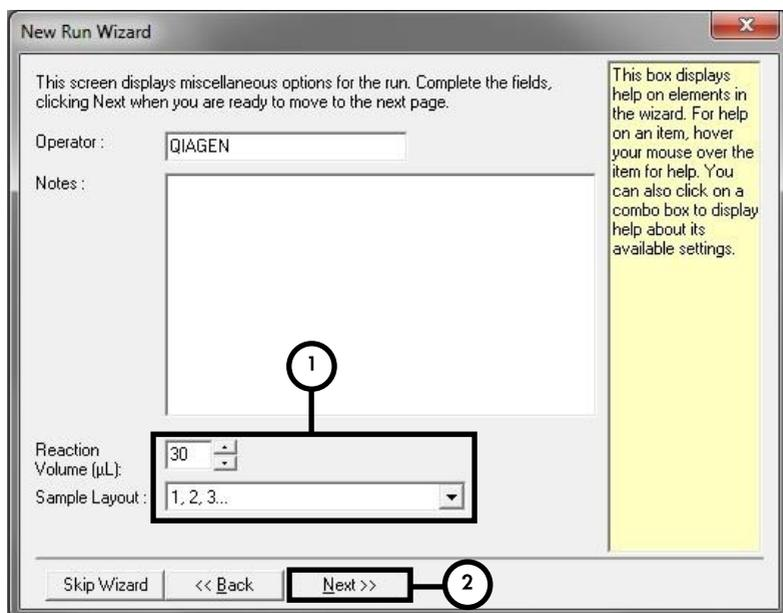

Figura 3. Impostazione dei parametri generali del test.
8. Selezionare **30** per il volume della reazione PCR e cliccare su **Next** (Figura 3).